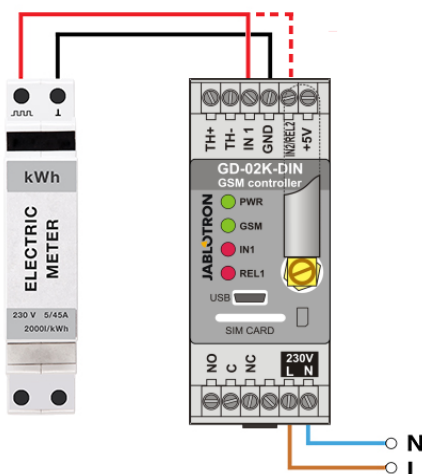

Figure 6 : Mode de mesure de la consommation électrique.
- Ce mode nécessite une connexion entre la sortie d'impulsions du compteur électrique et des bornes IN1 ou IN2 et la borne GDN sur GD-02K-DIN (voir la figure 6). Si le compteur électrique est du type à double tarif ou s'il y a deux compteurs électriques indépendants, les deux entrées peuvent être utilisées simultanément. Le compteur électrique peut être monophasé ou triphasé.